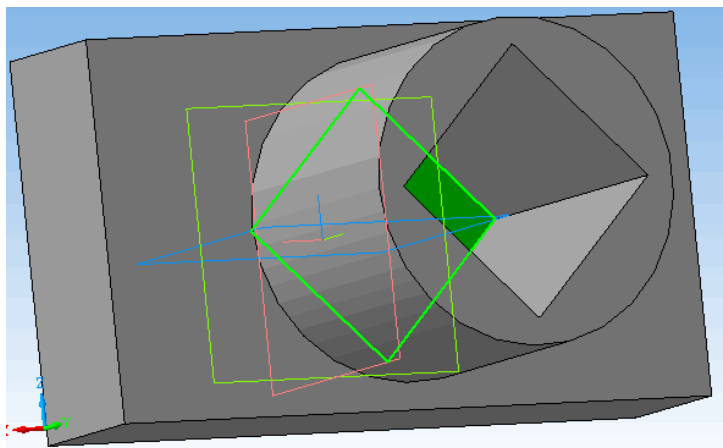

Рисунок 4.21 – Побудова отвору
24. Натисніть кнопку  «Создать объект» (рис. 4.21).